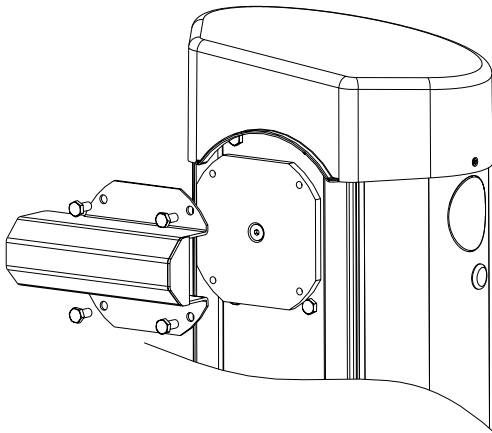

Fig. 5
- Fijar la abrazadera de la asta sin atornillar al fondo los tornillos (Fig. 5).